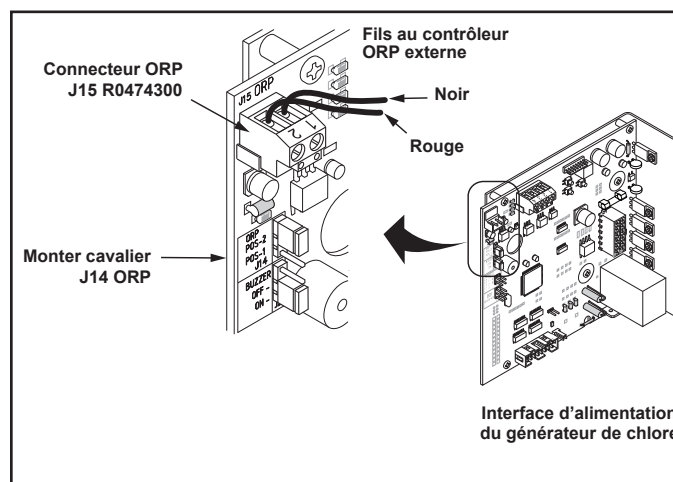

Figure 6. Connexion ORP
Pour connecter le TruDose Chemical Controller à un électrolyseur d'eau salée Jandy, il faut connecter le câble 24 V. c.a. préinstallé du TruDose Chemical Controller à la carte d'interface d'alimentation (PIB) dans le bloc d'alimentation du chlorateur d'eau salée. Le cavalier ORP sur la carte PIB du bloc d'alimentation du chlorateur d'eau salée devra être déplacé vers la position 2. Se reporter à la Figure 6 pour obtenir des instructions sur la manière de déplacer le cavalier ORP en position 2 sur le PIB du bloc d'alimentation.
2. Déplacer le cavalier ORP des deux broches du bas vers les deux broches du haut. Se reporter à la Figure 6.
3. Connecter le câble 24 V. c.c. du TruDose au connecteur J15 2 broches du centre d'alimentation PIB AquaPure. Se reporter à la Figure 6.